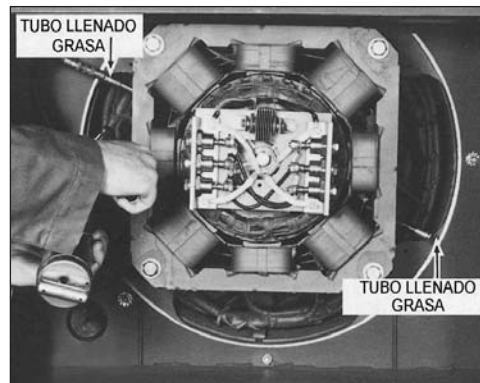

Figura 5-2
3. Remueva los contenedores, llénelos y drénelos (figura 5-2).